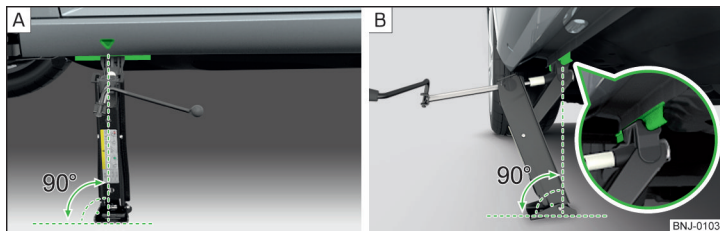

Рис. 186 Встановлення домкрата
- Встановіть опорну плиту домкрата всією поверхнею на рівну основу таким чином, щоб він розташовувався вертикально відносно кромки встановлення » **Рис. 186 - [A]**.
- Підніміть домкрат за допомогою ручки на таку висоту, щоб його захват охоплював кромку » **Рис. 186 - [B]**.